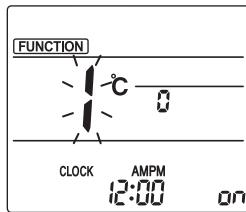

Fig. 3-1
- ① Gå til modus for manuell innstilling av spjeld. Trykk på **[MENU]**-knappen. (Start denne oppgaven når skjermen på fjernkontrollen viser at status er slått av.) "FUNCTION" (funksjon) lyser og "1" blinker. (Fig. 3-1)